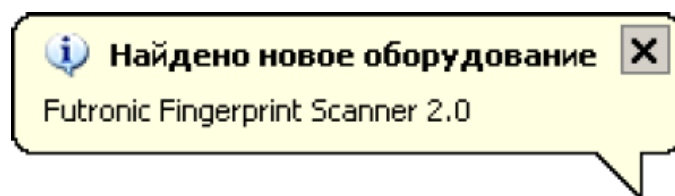

Рис. 2
- 1 Подключите сканер к USB-порту компьютера. На экране компьютера, в системной области панели задач, появится сообщение (Рис. 2).